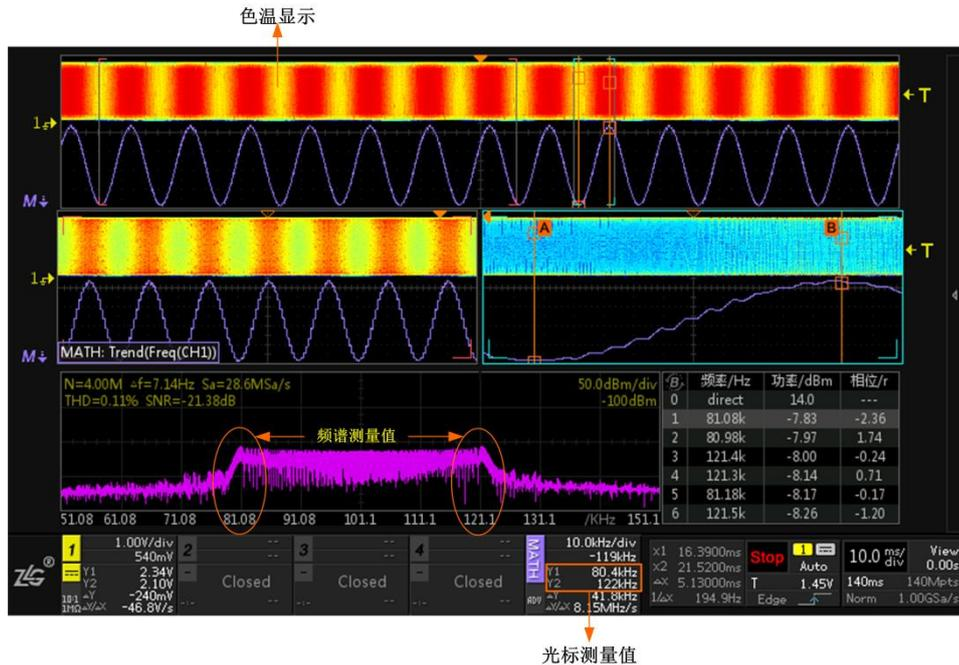

图 18.19 趋势分析效果图
- 开启色温显示可以观察频率的分布情况,如图 18.19 所示,颜色越深出现的概率就越大。
- 点击“缩放模式”进入双 ZOOM 缩放状态,可观察具体的频率变化细节,若想观察信号不同位置的频率情况,可通过光标测量定位波形信号,在屏幕的下方将显示信号的频率值,如图 18.19 所示,可观察到光标测量值与 FFT 分析的频谱分析值是相对应的。